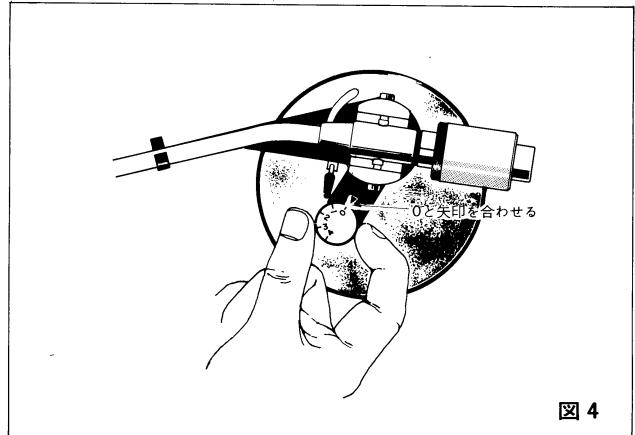

図4
- ①カートリッジの針カバーをはずしてください。
- ②インサイドフォースキャンセラーのダイヤルを“0”にします。(図4)